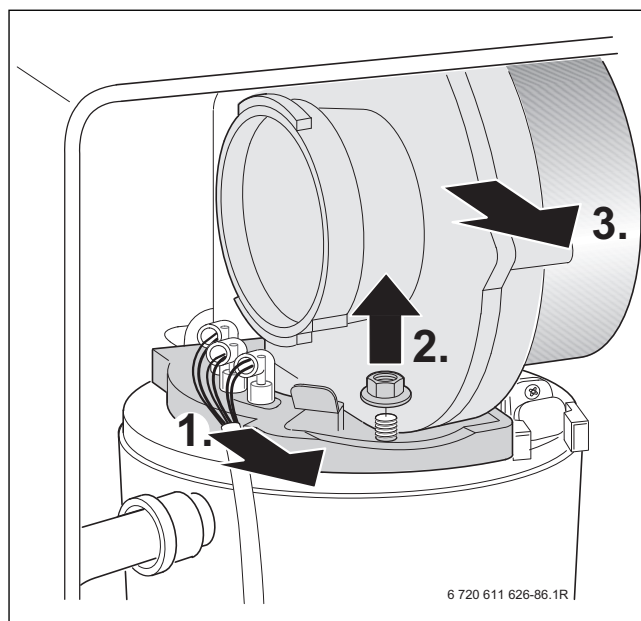

Fig. 68
- ▶ Retirer le câble des électrodes d'allumage et de contrôle, → figure 68.